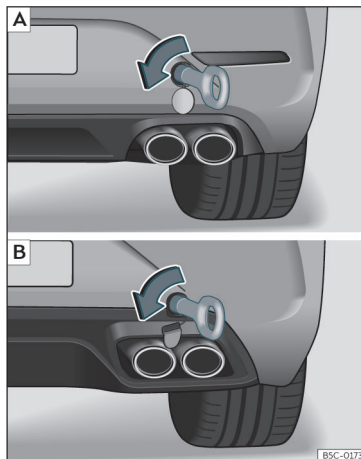

Fig. 50 En el lado derecho del paragolpes trasero: argolla de remolque enroscada. [A] Leon Sportstourer; [B] Leon.
- Enrosque la argolla de remolque en el alojamiento girándola al máximo **en el sentido contrario al de las agujas del reloj** >>> **fig. 50** >>> ❶. Utilice un objeto adecuado con el que pueda enroskar completa y firmemente la argolla de remolque en su alojamiento.